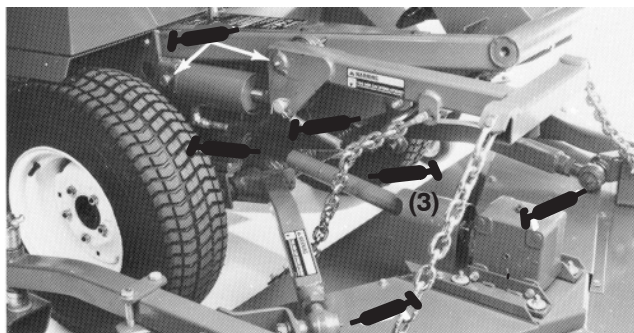

Bild 35
ZWA-Antriebswelle und Joche (3) (Bild 35)
Hubarmgelenke (Bild 35)
Rechte und linke Schubarmkugelgelenke (Bild 35)